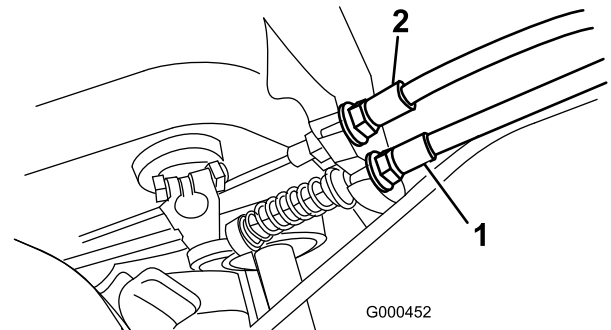

Figura 36
2. Para aumentar la tensión del cable, afloje la contratuerca delantera del cable y apriete la contratuerca trasera del cable (Figura 36) hasta que la fuerza necesaria para poner el freno sea de 5–6 kg. La fuerza debe medirse en el pomo de la palanca. No ajuste demasiado, o la cinta del freno puede agarrarse.